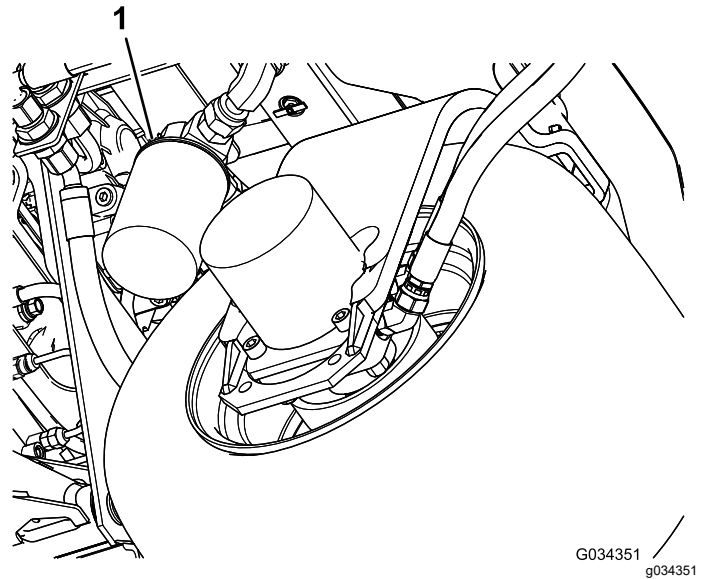

图 96
2. 清洁过滤器安装区周围的区域。在过滤器 (图 96) 下面放置一个放油盘并拆下过滤器。